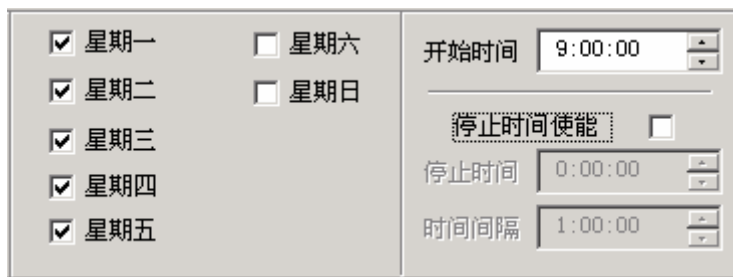

图 3-76 每周单次触发时间设定
- 每周：设定每周内的具体某几天的触发信息，可以设定在特定的开始时间进行单次触发，也可以通过设定停止时间和触发的时间间隔，进行循环触发。如进行单次触发，则不选中“停止时间使能”选项，如图 3-76 所示，一周内（周一至周五），每天均在上午 9 点触发一次。